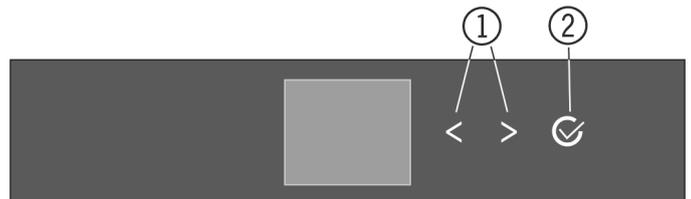
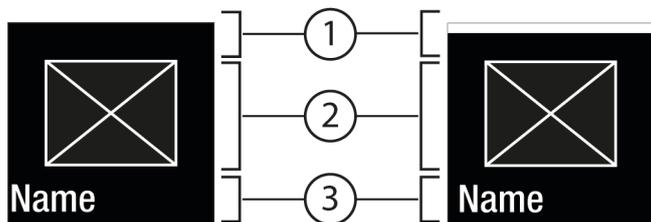
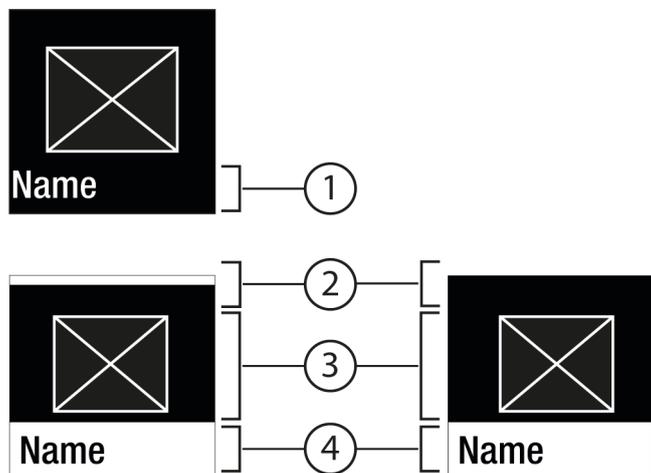

Fig. 5
Fig. 6
Fig. 7
(1) Navigationspfeil links / rechts
(2) Bestätigen
Navigationspfeil links / rechts Fig. 5 (1):
Bestätigen Fig. 5 (2):
- Mit Navigationspfeil links / rechts Fig. 5 (1) navigieren.
- Mit Bestätigen Fig. 5 (2) das Untermenü Fig. 7 (4) aufrufen.
- Neuen Wert einstellen: Mit Bestätigen Fig. 5 (2) einen deaktivierten Wert Fig. 6 (1) auswählen.
- Zurück ins Menü: Mit Bestätigen Fig. 5 (2) den bereits aktivierten Wert Fig. 6 (2) auswählen.
- ▶ Navigationspfeile Fig. 5 (1) so oft drücken, bis Funktion angezeigt wird.
- ▶ Bestätigen Fig. 5 (2) drücken.
- ▶ Navigationspfeile Fig. 5 (1) so oft drücken, bis die Funktion angezeigt wird.
- ▶ Mit Navigationspfeilen Fig. 5 (1) Einstellungswert wählen.
- ▷ Status: aktiviert *Fig. 6 (1)* erscheint kurz im Untermenü *Fig. 7 (4)*.
- ▶ Navigationspfeile *Fig. 5 (1)* so oft drücken, bis Einstellungen  angezeigt wird.
- ▶ Bestätigen *Fig. 5 (2)* drücken.
- ▶ Navigationspfeile *Fig. 5 (1)* so oft drücken, bis die gewünschte Einstellung angezeigt wird.
- ▶ Bestätigen *Fig. 5 (2)* 3 Sekunden lang drücken.